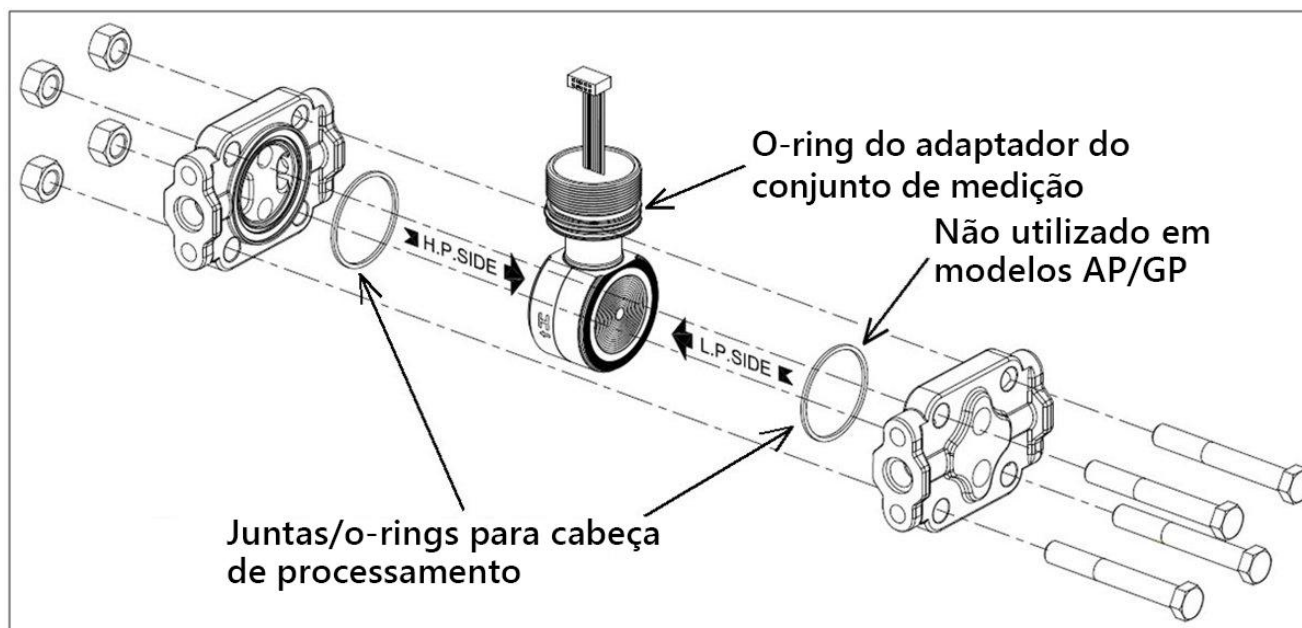

Figura 24 – Nova montagem do conjunto de medição
15. Consulte a Figura 24. Aplique lubrificante de silicone Dow Corning #33 no o-ring do adaptador do conjunto de medição e monte cuidadosamente o o-ring no conjunto de medição. Monte a(s) cabeça(s) de processamento e os parafusos no novo conjunto de medição. Por agora, aperte os parafusos apenas com as mãos.